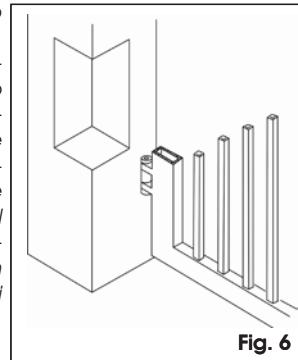

Fig. 6
**! Nel caso in cui le dimensioni del pilastro o la posizione della cerniera non permettano l'installazione dell'operatore, per rispettare la quota **A** determinata, sarà necessario eseguire una nicchia sul pilastro come indicato in Fig. 6. Le dimensioni della nicchia devono essere tali da consentire un'agevole installazione del motore, non limitare la rotazione del motore stesso e non ostacolare le operazioni di sblocco del motore.**